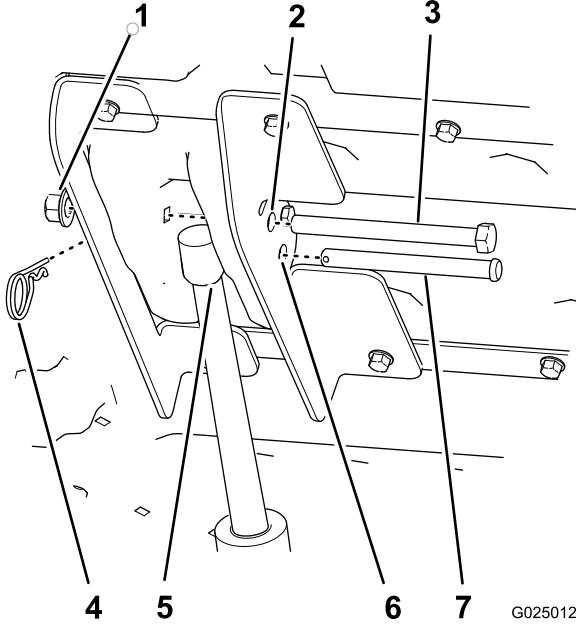

Figura 9
7. Premete la paletta superiore dell'interruttore di sollevamento del pianale per allungare l'asta dell'attuatore di sollevamento in modo che il foro nell'asta stessa sia allineato con i fori nella staffa di sollevamento interna ed esterna (Figura 9).
8. Fissate l'asta dell'attuatore di sollevamento alle staffe di sollevamento con il perno con testa (3-1/2 poll.) e la coppiglia (Figura 9).
10. Allineate il bullone a testa esagonale (1/2 x 5-1/2 poll.) con gli altri fori da 12,7 mm nella staffa di sollevamento interna ed esterna Figura 9 e fissatelo con un dado (1/2 poll.) in modo che il dado flangiato sia bene inserito.
2. Rimuovete la coppia a forcina e il perno con testa che fissano l'asta dell'attuatore alla staffa di sollevamento interna ed esterna (Figura 9).
7. Abbassate il pianale e allineate l'attuatore di sollevamento alle staffe di sollevamento (Figura 9).
8. Fissate l'attuatore di sollevamento alle staffe di sollevamento per mezzo del perno con testa e della coppia (Figura 9).